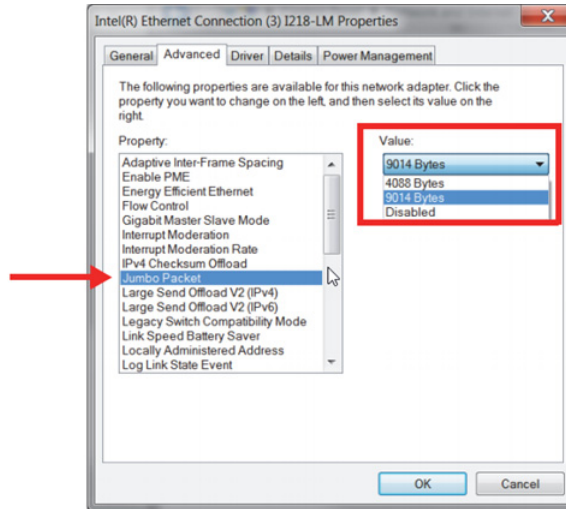

図 7-2 ジャンボケット設定
- **詳細タブのプロパティでジャンボケットまたはジャンボフレーム**を選択し、**値で 9014 バイト**（73 ページの図 7-2）に変更します。